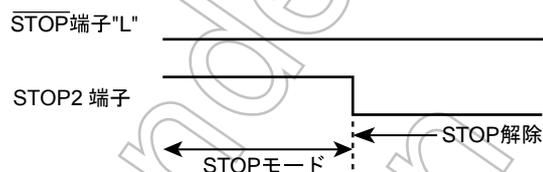

図 14-2 $\overline{\text{STOP}}$ 端子と STOP2 端子の優先順位
- 注 5) STOP2 入力によって STOP モードを解除する ("L" レベル) 場合は、STOP モード中 $\overline{\text{STOP}}$ 端子を必ず "L" レベルに固定してください。(図 14-2)